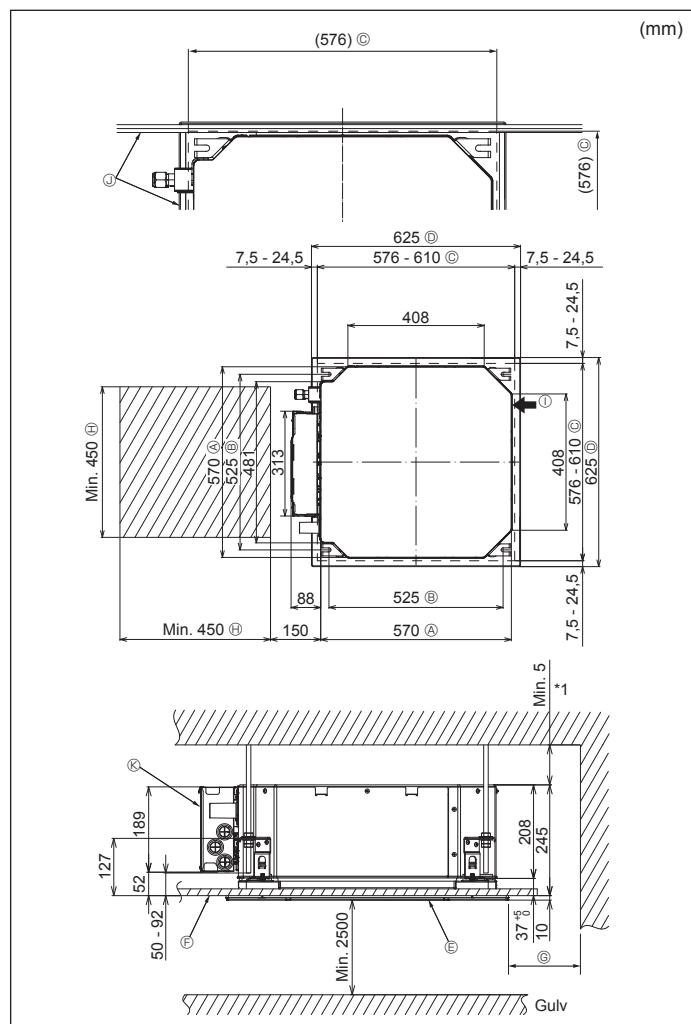

Fig. 4-2
①	Installasjonsmal	1
②	Skiver (med isolasjon) Skiver (uten isolasjon)	4 4
③	Rørdeksel (for kjølemedierør-kobling)
④	liten diameter (væske) stor diameter (gass)	1 1
⑤	Bånd (stør)	6
⑥	Bånd (middels) Bånd (lite)	2 2
⑦	Dreneringsmuffe	1
⑧	Isolasjon	1
4.2. Takåpnninger og installasjonssteder for opphangs-bolt (fig. 4-2)